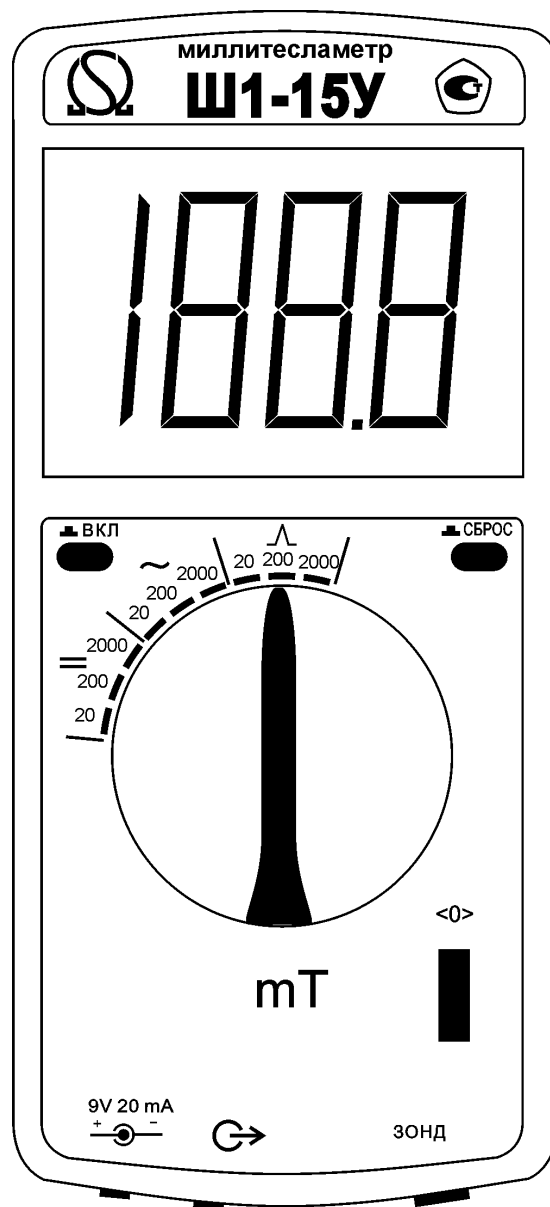

Рис. 3 Внешний вид лицевой панели электронного блока миллитесламетра
1.4.7 На лицевой панели электронного блока миллитесламетра (рис. 3) расположены следующие органы управления работой миллитесламетра:
1.5.1 На лицевой панели электронного блока миллитесламетра (рис. 3) нанесены: